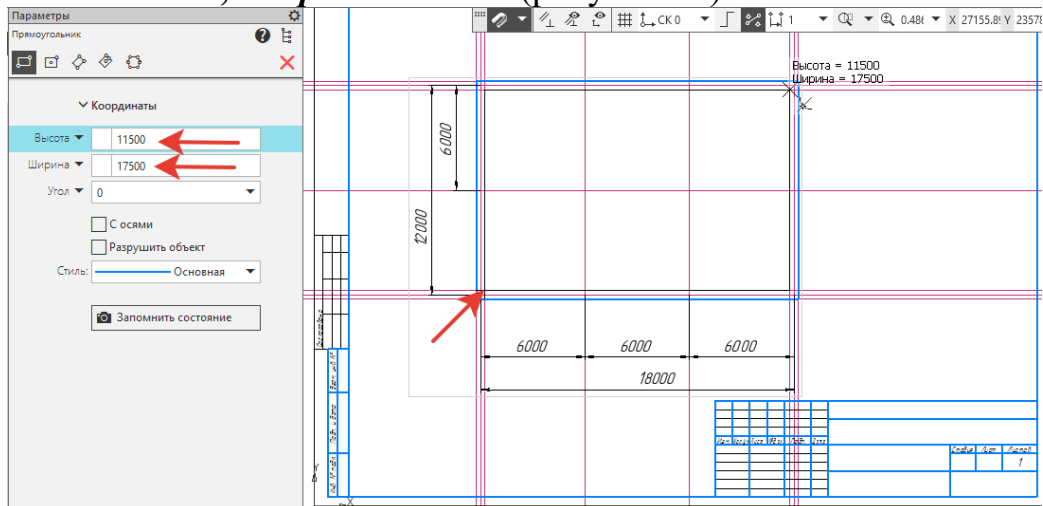

Рисунок 71.
7. Аналогично выполнить второй прямоугольник. В **Параметрах** ввести: **Высота – 11500, Ширина – 17500** (рисунок 71).